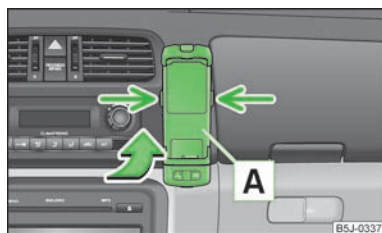

Fig. 87
- Introducir primero el adaptador [A] en el sentido de la flecha » fig. 87 en el soporte hasta el tope. Presionar ligeramente el adaptador hacia abajo hasta que enclave de modo seguro.
- Presionar los enclavamientos laterales del soporte simultáneamente » fig. 87 y extraer el adaptador con el teléfono.